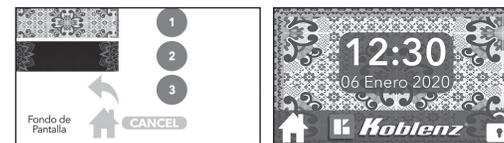

Figura 1
1. Oprima el ícono de **Ajuste Pantalla, Hora y Fecha** (Ver Figura 1).